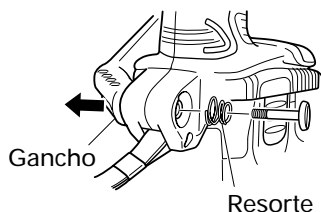

Fig. 7
- Saque el gancho y el resorte (Fig. 7).